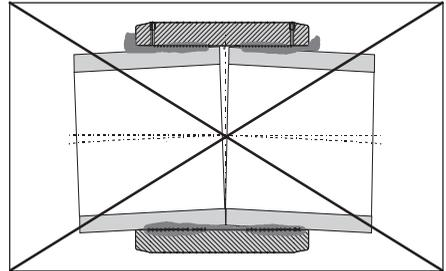

Abb. 10
Alle zur Schweißung vorbereiteten Verbindungsstellen müssen spannungsfrei sein. Rohre dürfen nicht unter Biegespannung oder Eigenlast in den **FRIAFIT®**-Muffen stecken (siehe **Abb. 10**).
**Eine nicht spannungsfreie bzw. verschobene Verbindungsstelle kann beim Schweißen zu unzulässigem Schmelzenfluss und zu einer mangelhaften Verbindung führen (siehe Abb. 10).**